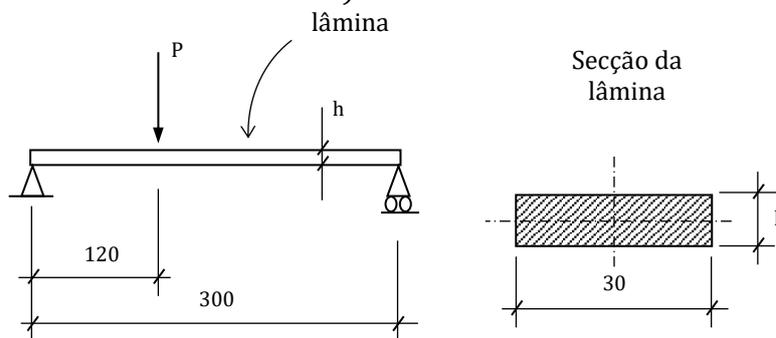

Figura 1.5
1.1.5 A lâmina representada na Figura 1.5 vai ser fabricada a partir de uma barra de aço de secção retangular com largura 30mm e altura h que se pretende determinar. O aço desta barra possui as seguintes propriedades mecânicas: $\sigma_R = 430$ MPa; $\sigma_C = 260$ MPa; $\sigma_{f0} = 204$ MPa. O acabamento superficial a dar à lâmina é maquinado.